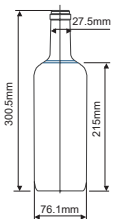
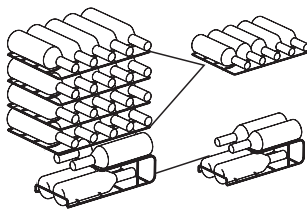
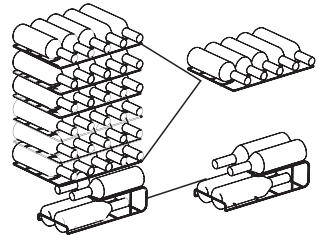

Fig. 1
Fig. 2
Fig. 3
- Kapaciteti i ruajtjes së shisheve në kabinetin e verës (MDRW111FGG tregohet në Fig. 2, MDRW150FGG tregohet në Fig. 3) është i bazuar në madhësinë e mëposhtme të shënuar të shisheve (Fig. 1). Shisheet e mëdha mund të ndikojnë në hapësirën dhe numrin e shisheve për ruajtje në dollapin e verës.
- Për modelin MDRW111FGG: Vëllimi maksimal i rekomanduar i shisheve është 24 shishe, si në FIG. 2
- Për modelin MDRW150FGG: Vëllimi maksimal i rekomanduar i shisheve është 34 shishe, si në FIG. 3